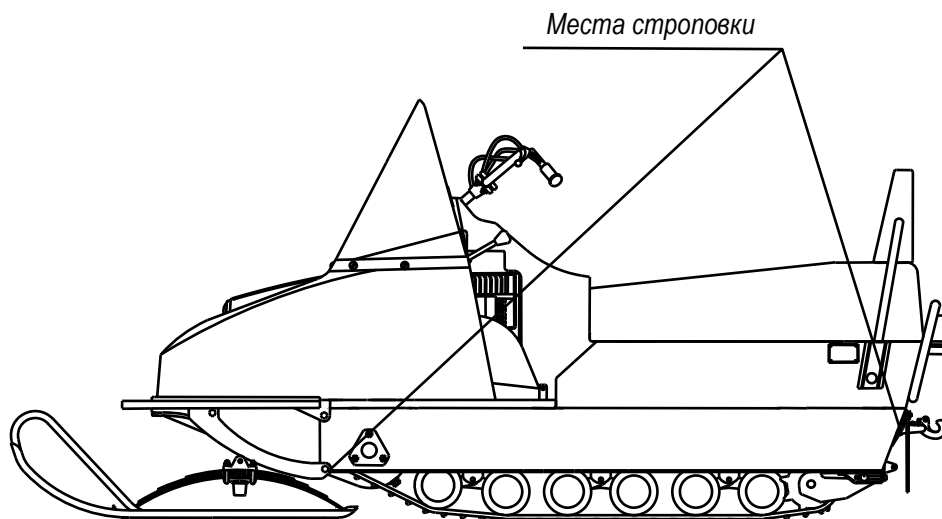

Рис. 24 – Схема строповки снегоходов БУРАН А, АЕ, АТЕ, Л, ЛЕ
- снегоходы БУРАН А, АЕ, АТЕ, Л, ЛЕ – за нижние передние уголки рамы и заднюю окантовку рамы (рис. 24);